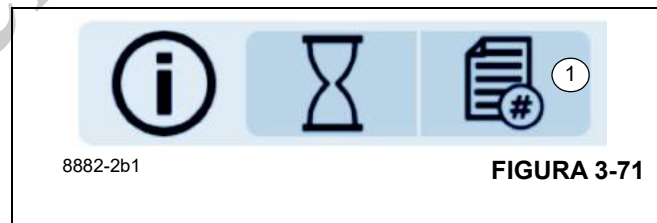

FIGURA 3-71
Para abrir el menú de versión de software, seleccione el icono (1), (Figura 3-71).